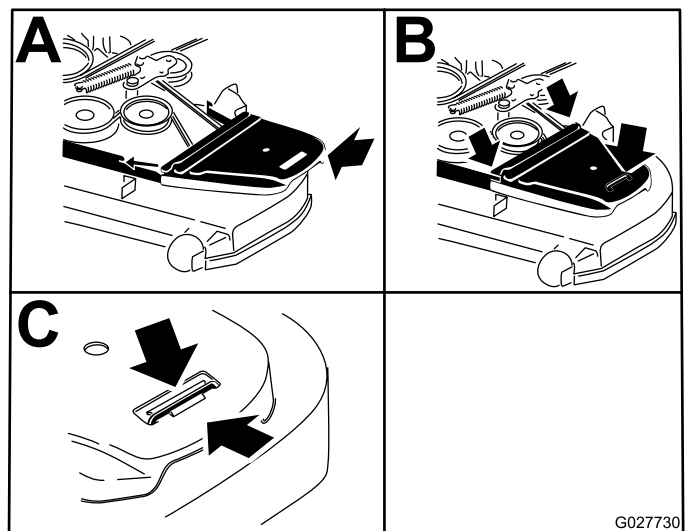

Figura 65
15. Instale las cubiertas de la correa (Figura 65).